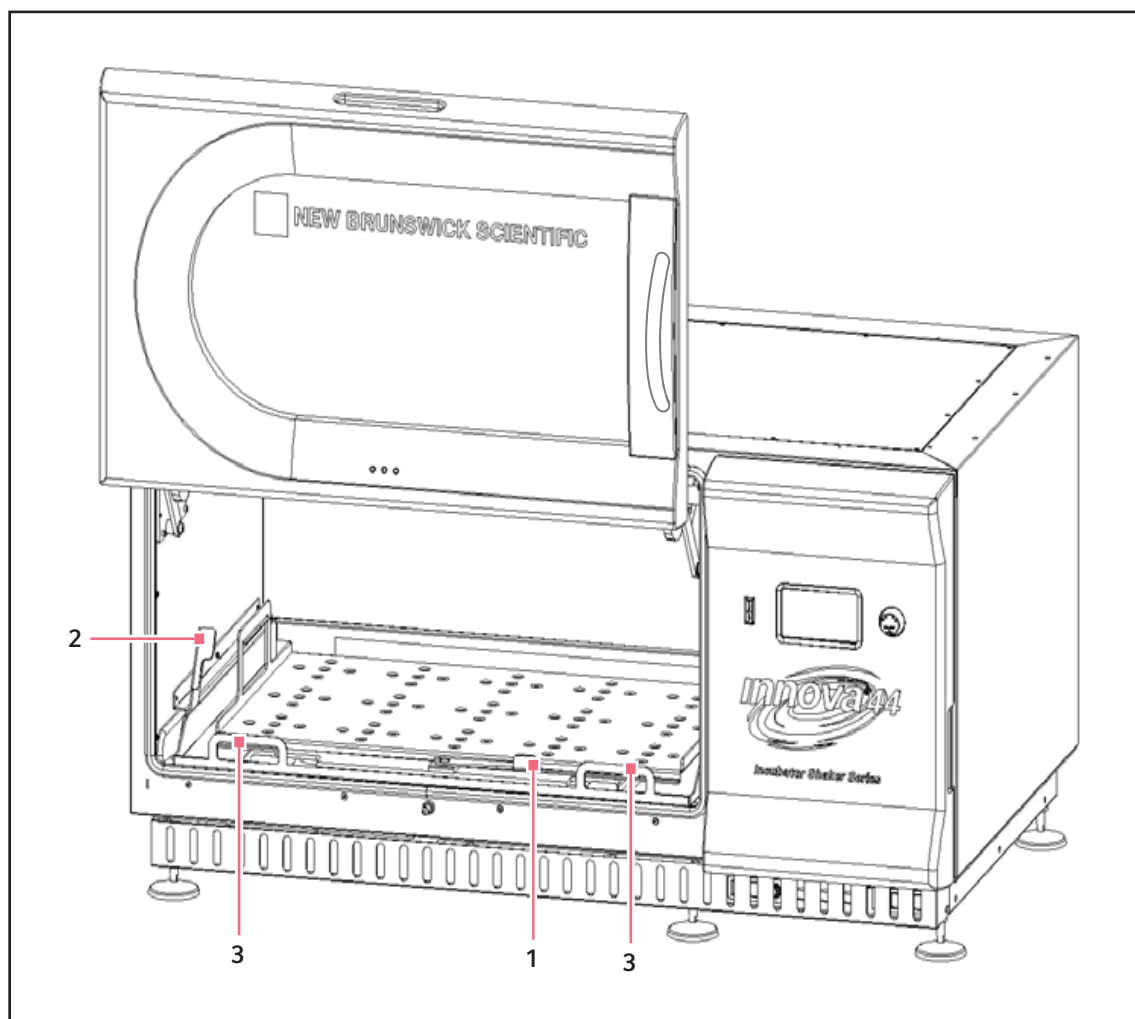

Рис. 9-16: Отсоединение выдвижной платформы
2. Поверните кулачковый рычаг, расположенный на субплатформе, на (см. рис. 9-16 на стр. 70) 180 ° по часовой стрелке. Он должен указывать влево.
3. Опустите вниз обе боковые рукоятки (см. рис. 9-16 на стр. 70). Это позволит платформе выйти из субплатформы.
4. Потяните обе ручки на выдвижном механизме (см. рис. 9-16 на стр. 70) на себя. Платформа переместится в более доступное положение.